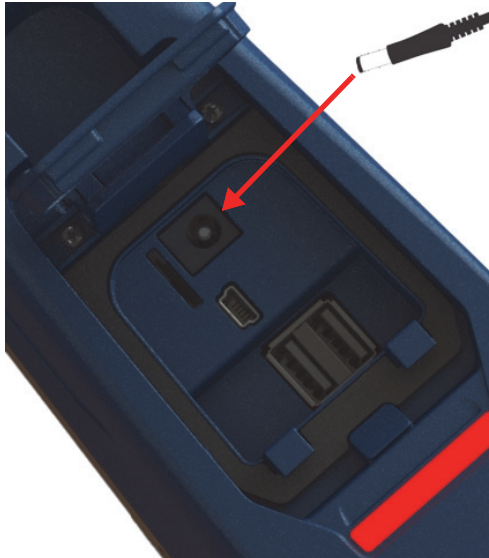

図 3-5 DC 電源プラグの接続
3. AC 電源アダプタの DC 電源プラグを Vanta 分析計の DC 電源ソケットに差し込みます (65 ページの図 3-5 参照)。